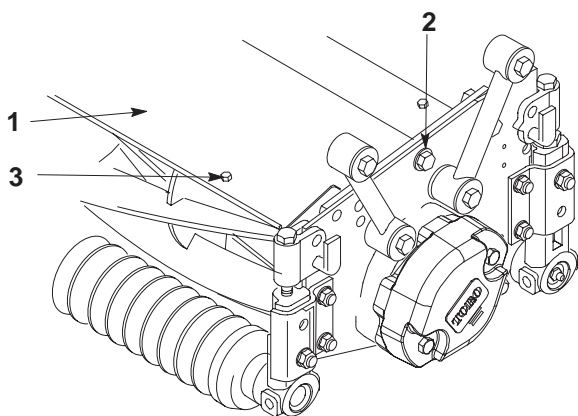

図2
- シールドをサイド・プレートに固定しているピボット・ネジをゆるめ、シールドの角度を調整し、ネジを元通りに締める（図2）。